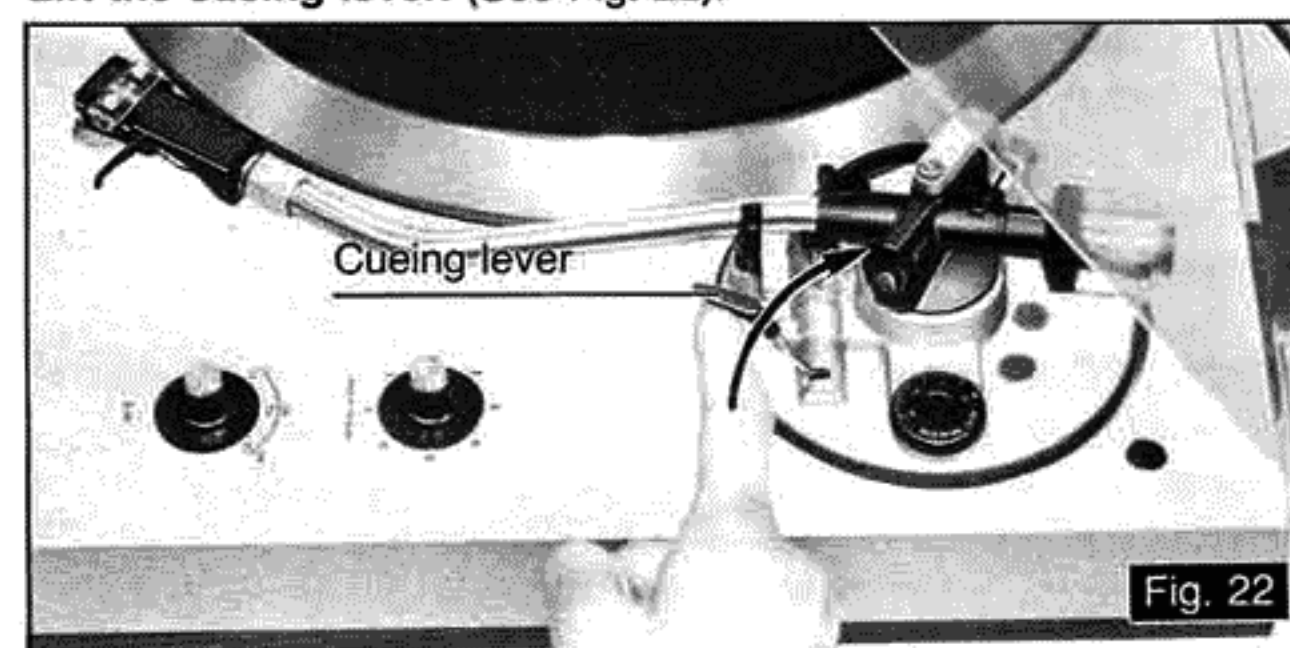

Fig. 22
- 4 Lift the cueing lever. (See Fig. 22).